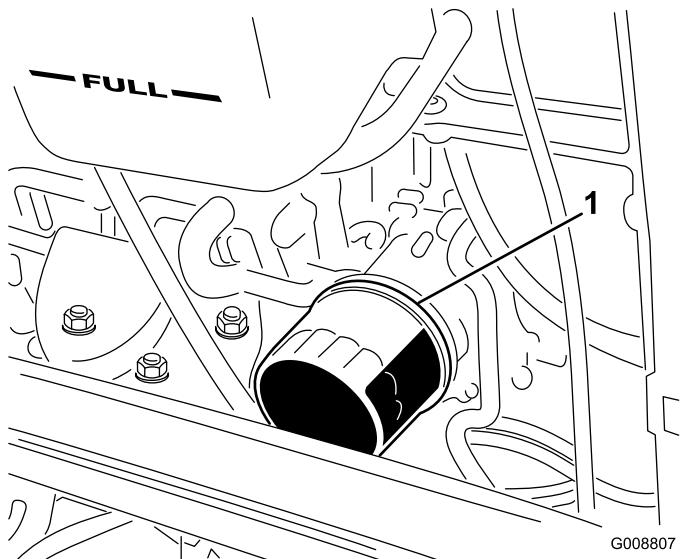

図 32
2. オイルフィルタ図 32 を外す。新しいフィルタのシールに薄くエンジンオイルを塗って取り付ける。締めすぎないように注意すること。